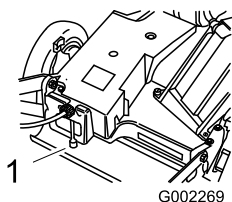
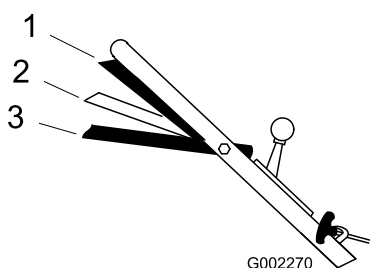

Figure 14
Figure 15
2. Soulevez la barre de commande des lames à la position Marche/changement ou Marche/déplacement pour lancer les lames (Figure 15).
La tondeuse a trois vitesses de déplacement : 1 pour basse vitesse, 2 pour vitesse moyenne et 3 pour haute vitesse. La commande de vitesse de déplacement se trouve derrière le couvercle de courroie (Figure 14).
1. Placez le levier de changement de vitesse à la position Point mort (Figure 14).
3. Serrez la barre de commande des lames contre le guidon en position Marche/déplacement (Figure 15) et placez la commande de changement de vitesses à la vitesse voulue (Figure 14).
4. Serrez la barre de commande contre le guidon en position Marche/déplacement (Figure 15).